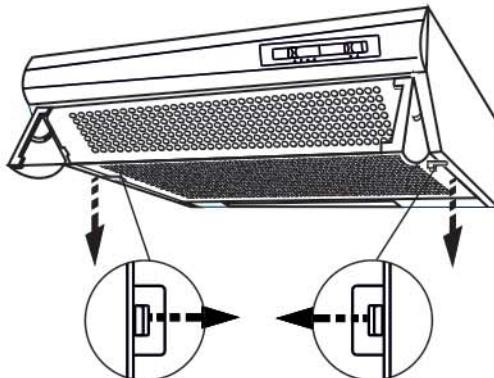

РИС. 4
- откройте решетку смеcтив зажимы по направлению стрелки (рис. 4);
- снимите решетку (рис. 4);
- откройте решетку, (рис.4);